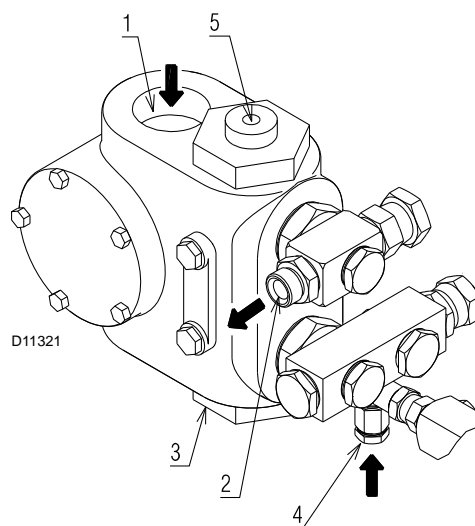

Fig. 23
- Affinché la pompa (Fig. 23) possa auto-innescarsi è indispensabile allentare la vite 4) per sfiatare l'aria contenuta nel tubo di aspirazione.
Se la pompa è stata svuotata, riempirla di combustibile dal tappo del vacuometro 3)(Fig. 23) prima di avviarla, altrimenti gripa.
Legenda (Fig. 23)